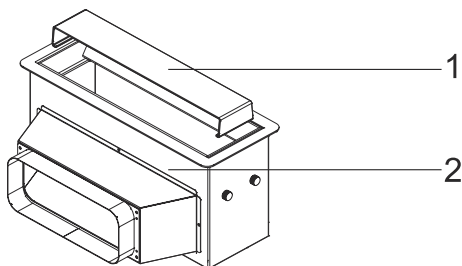

Fig. 3: Avmontering av kantsugplatta
1. Ta bort kantsugplattan/glaslet vid luftintaget (Fig. 3).